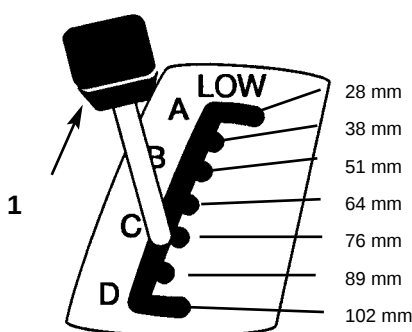

Fig. 5
2. Træk i klippehøjdehåndtaget (klippeenhedsløft) og sæt det i den ønskede stilling (fig. 5).